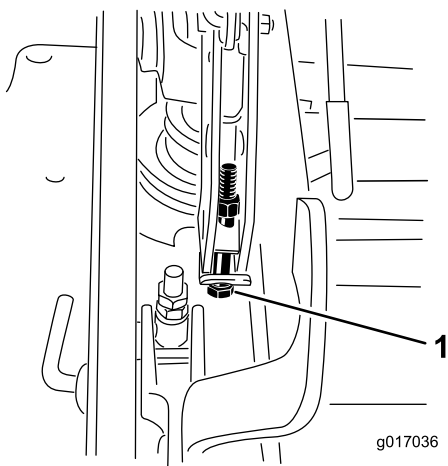

Figura 91
- Si la carcasa está demasiado baja, apriete el perno del ajuste de un solo punto girándolo en el sentido de las agujas del reloj. Si la carcasa está demasiado alta, afloje el perno del ajuste de un solo punto girándolo en el sentido contrario a las agujas del reloj (Figura 91).